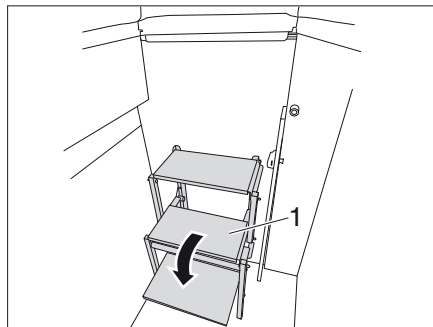

Bild 62 Fälla ut stegen
- Fäll ut stegen (Bild 62,1).
- Fäll in stegen (Bild 62,1).